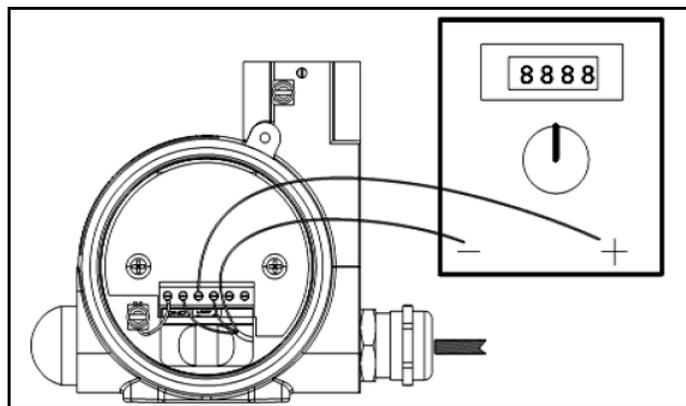

Figure 12: Raccordements d'ampèremètre
3. Raccordez l'ampèremètre à la boucle comme illustré à la Figure 12 ci-dessous.